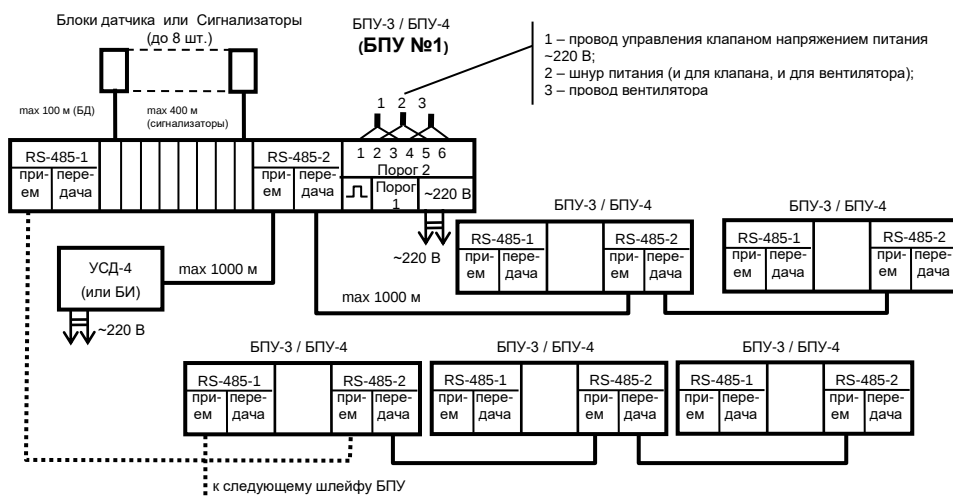

Рисунок 2 – Примерная схема соединения БПУ в Систему линий RS-485
У провода управления клапаном (или иным оборудованием) с напряжением питания ~220 В и его провода питания зачистить концы жил и вставить их в отверстия контактов клеммника "Порог 2" БПУ №1 (см. рисунок 2 и пункт 5.4) в соответствии с маркировкой контактов клеммника (маркировка указана для отключенного реле (светодиод "КЛАПАН" не горит)) и зажать винтами клеммника.
4.7.9 На концы проводов линий RS-485 (при наличии) установить телефонные вилки RJ45 с помощью кримпера, при этом следить, чтобы соблюдалось соответствие цветовой маркировки жил на обоих концах провода. **Длина линии от БПУ к БПУ и от БПУ к УСД-4 (БИ) – не более 1 км.** Вилки вставить в розетки БПУ "ПРИЕМ"/"ПЕРЕДАЧА" соответствующих линий RS-485; линия "RS-485-2" используется для последовательного соединения БПУ (в шлейф) и с УСД-4 (БИ), линия "RS-485-1" – для соединения шлейфов между собой (см. рисунок 2).